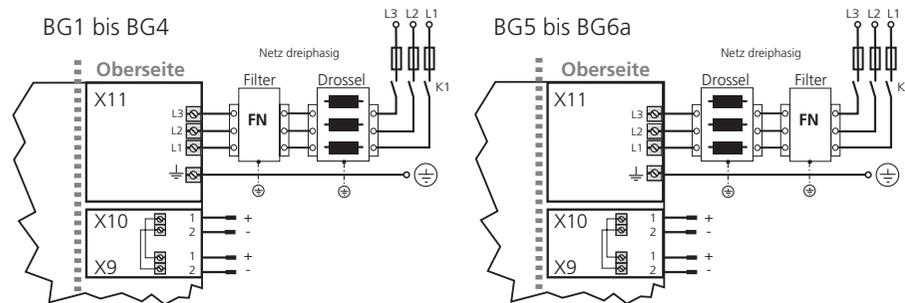
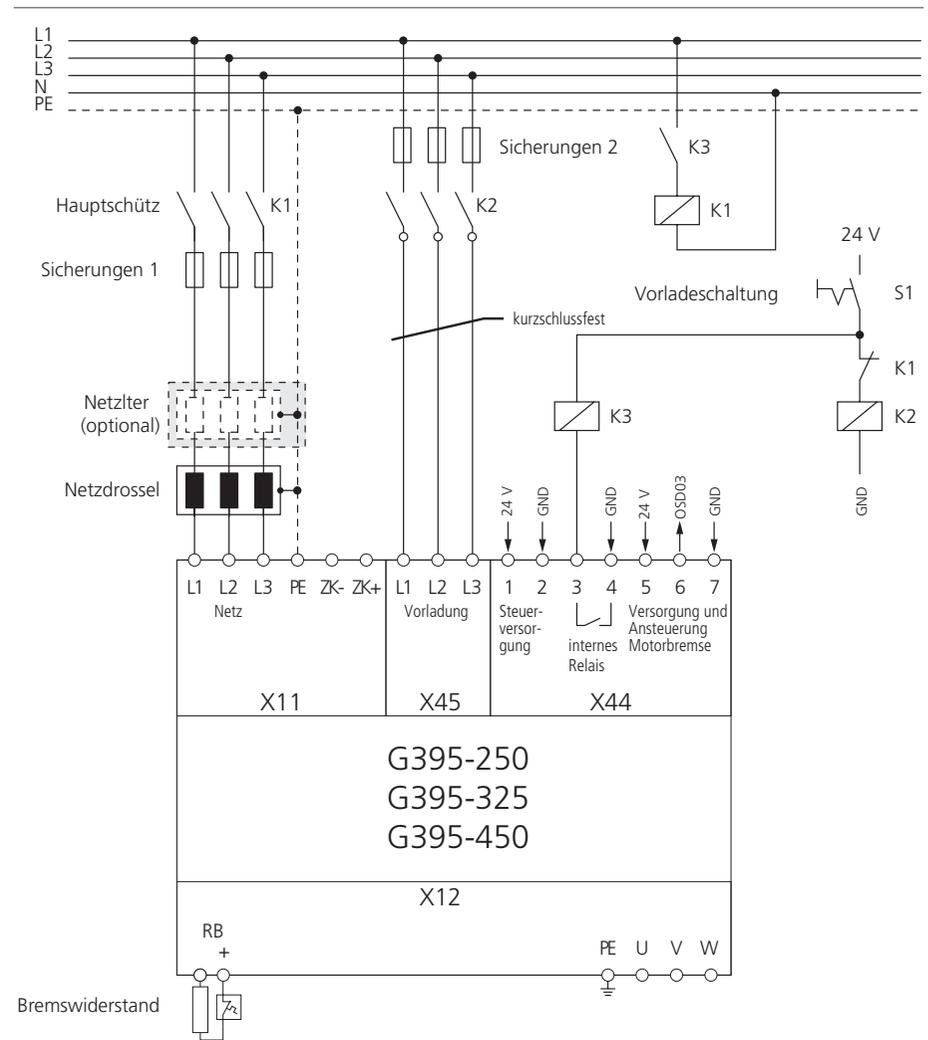

Bild 3.13 Anschluss Netzversorgung 3 x 230/400/460/480 V für BG1 bis BG6A
Bild 3.14 Anschluss Vorladung, Steuer- und Netzversorgung 3 x 230/400/460/480 V für BG7
**HINWEIS:** Den Anschluss der Steuerversorgung für BG7 können Sie Bild 3.14 auf Seite 29 entnehmen.
**ACHTUNG!** Bei Geräten der Baugrößen BG5 bis BG7 ist eine Netzdrossel zwingend erforderlich. Auf Grund einer anderen Vorladetechnologie in diesen Geräten ist außerdem darauf zu achten, dass die Netzdrossel zwischen Servoregler und Netzfilter installiert wird (siehe Bild 3.13 und Bild 3.14).
Verdrahten Sie die Vorladeschaltung entsprechend Bild 3.14 normgerecht mit kurzschlussfesten Leitungen. Die Anschlusswerte des internen Relais für die Klemmen X44/3, 4 betragen  $U_{max} = 30$  V DC,  $I_{max} = 6$  A. Verwenden Sie deshalb ein Hilfsschütz K3.